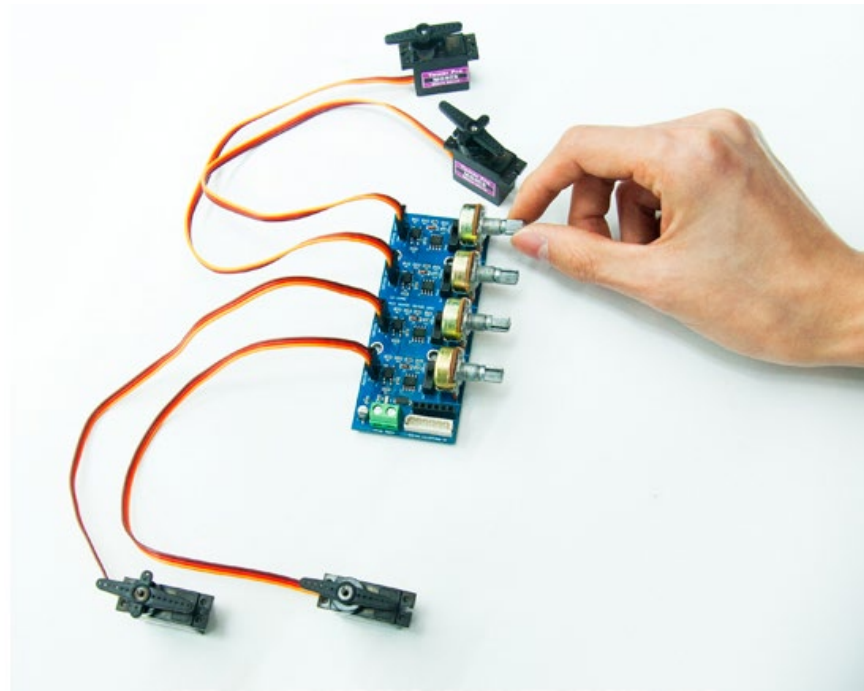

Figure 6. 노브를 이용하여 수동으로 서보모터를 제어하는 사진
- Figure 5, Figure 6처럼 아두이노 우노 보드와 4채널 서보모터 드라이버를 점퍼 클립 케이블을 이용하여 보드에 내장된 6P 커넥터에 연결하여 별도의 하드웨어 납땜 작업 없이 손쉽게 시스템을 구성할 수 있다.